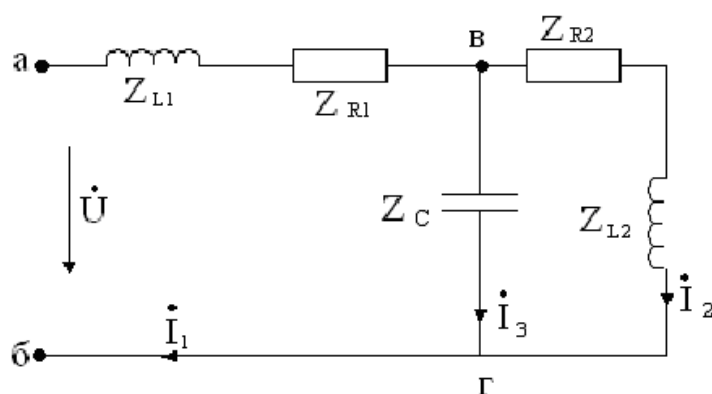

Рис. 7
3. Символическая расчетная модель цепи приведена на рис.7, где  $\dot{I}_1, \dot{I}_2, \dot{I}_3, \dot{U}$  - комплексы действующего значения. Идеальные измерительные приборы на рис. 7 не показаны.
Полное комплексное входное сопротивление по отношению к зажимам «аб» (рис.7):